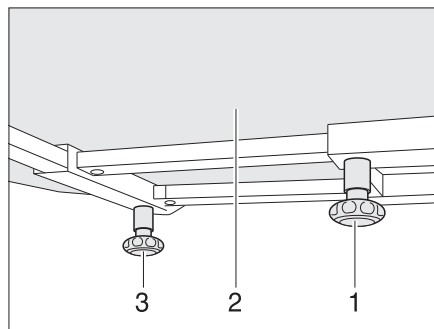

Bild 99 Fester Tisch
- Rändelschraube (Bild 99,1) lösen.
- Tischplatte (Bild 99,2) in die gewünschte Position verschieben.
- Rändelschraube (Bild 99,3) lösen.